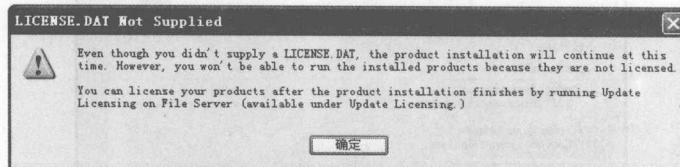

图 1-16 提示信息
(12) 单击 **Next >** 按钮，出现提示信息，通知 LICENSE.DAT 没有提供，如图 1-16 所示。